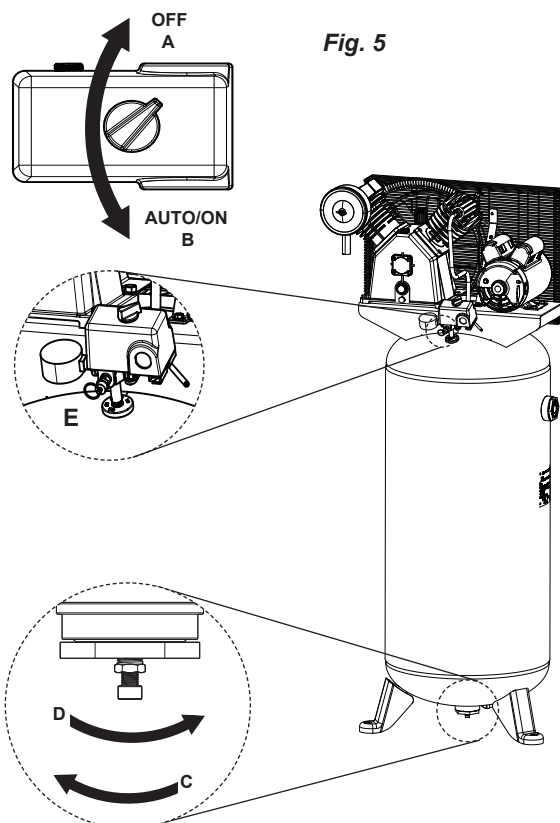

Fig. 5
3. Ouvrez le robinet de purge (Voir **Fig. 5 C**). Tourner dans le sens horaire d'une montre.
Vider l'humidité contenue dans le réservoir (pour obtenir les instructions, Voir Fig. 5 « Fermeture » dans la section des instructions de fonctionnement).
1. Couper l'alimentation électrique principale. Déchargez le réservoir de toute pression d'air (voir **Fig. 5**, "Arrêt" dans le mode d'emploi). Assurez-vous que le compresseur a refroidi avant de procéder à l'entretien.